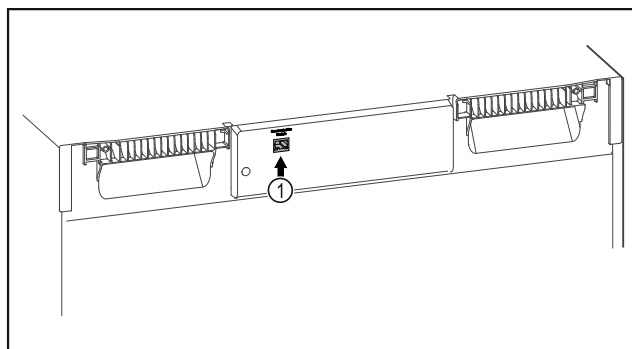

Fig. 131
- A SmartModule Fig. 131 (1) be van helyezve.